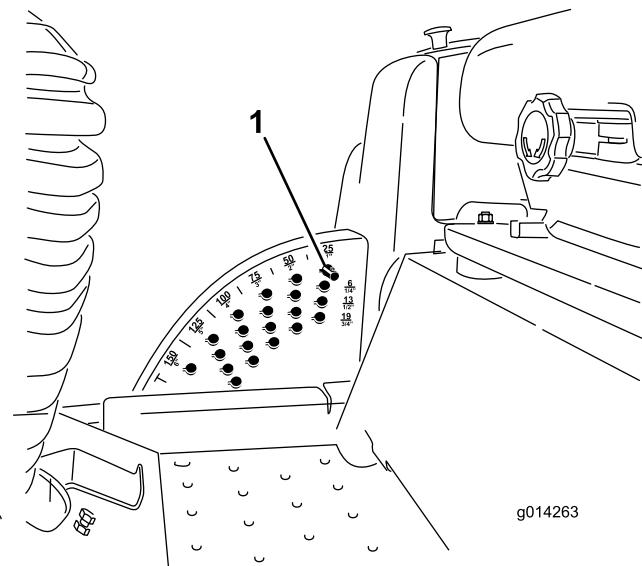

Figura 6
1. Con el motor en marcha, presione hacia atrás el interruptor de elevación del cortacésped hasta que el cortacésped esté elevado a su altura máxima y **suelte el interruptor inmediatamente** (Figura 6).
2. Para ajustar, gire el pasador hasta que el nervio quede alineado con la ranura del taladro del soporte de altura de corte, y retire el pasador (Figura 6).
3. Seleccione un taladro del soporte de altura de corte que corresponda a la altura de corte deseada, inserte el pasador y gírelo para bloquearlo en esa posición (Figura 6).
Nota: Hay cuatro filas de taladros (Figura 6). La fila superior corresponde a la altura de corte impresa encima del pasador. La segunda fila corresponde a la altura impresa más 6 mm. La tercera fila corresponde a la altura impresa más 13 mm. La fila inferior corresponde a la altura impresa más 19 mm. Para la posición de 15,2 cm hay un solo taladro, situado en la segunda fila. Esta posición no añade 6 mm a la altura de 15,2 cm.